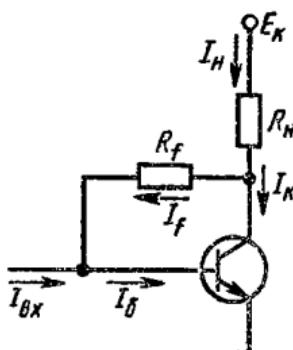

Рис. 2.27
**2.28.** Транзистор, работающий в активном режиме, используется в схеме на рис. 2.27. Найти коэффициент усиления по току  $K_I = \Delta I_h / \Delta I_{bx}$ .